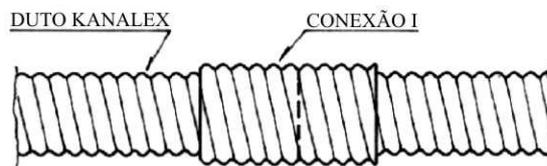

Figura 26
d) Posicionar los ductos de tope y retornar la conexión I hasta que ésta sobreponga igualmente los ductos (Figura 26).